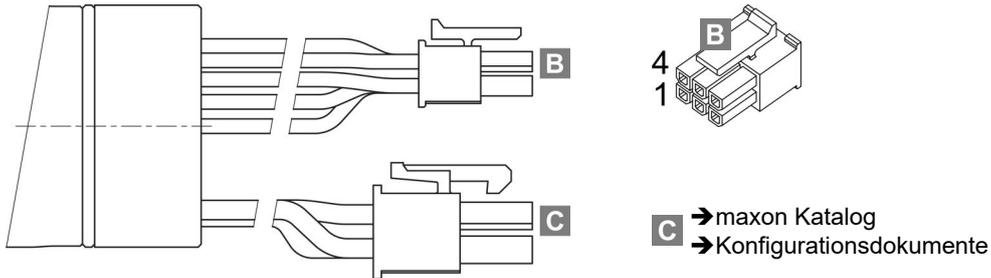

Abbildung 18 ENX 13 | 16 | 22 COMM – Anschlussstecker
- Hall-Sensoren mit Stecker / Motor mit Stecker (→Abbildung 18)